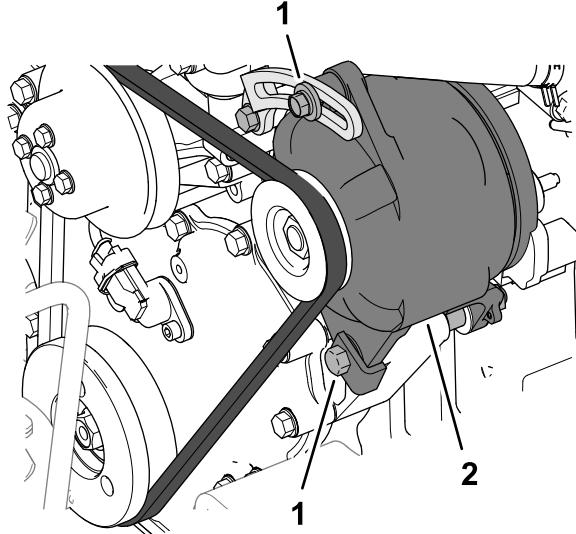

Figure 161
Vérifiez l'état et la tension des courroies (Figure 161) toutes les 100 heures de fonctionnement.
5. Si ce n'est pas le cas (flèche supérieure ou inférieure à 10 mm), desserrez les boulons de fixation de l'alternateur (Figure 161).